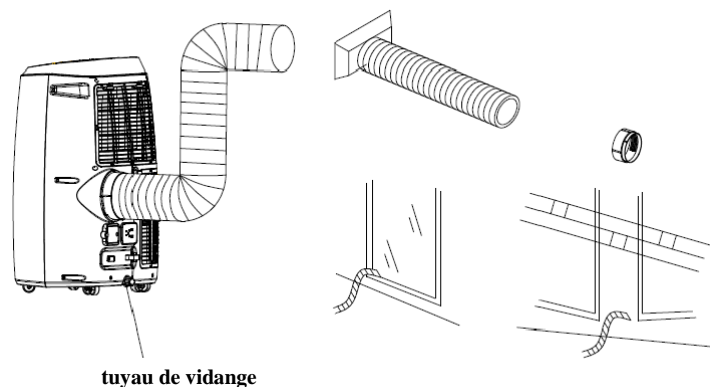

Fig. 5b
- 3) Raccorder le tuyau d'évacuation à l'appareil (Fig. 5b).
- b) Brancher le raccord côté machine dans l'orifice situé au dos du climatiseur (Fig. 5b).